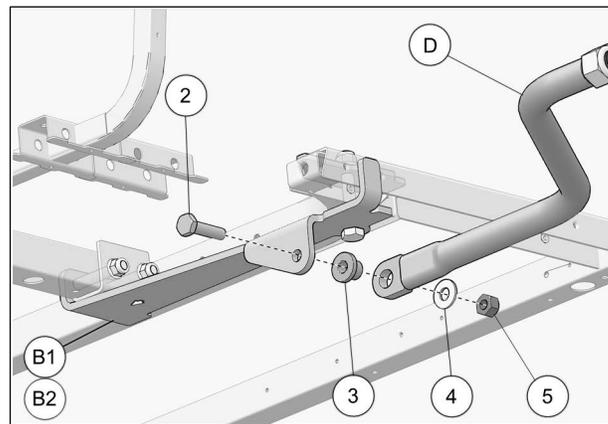

Fig. 13
11. Fixer le bras stabilisateur (D) au point d'ancrage de la plaque (B1-B2) au moyen du boulon (2), l'espaceur (3), la rondelle (4) et l'écrou (5). Serrer à un couple de 50 Nm [37 lb•pi]. Voir la Fig. 13